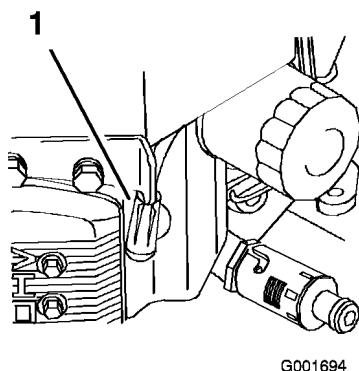

Figure 33
3. Débranchez les bougies (Figure 33).